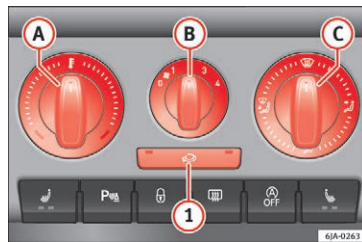

Fig. 167 Varme anlæg: betjenings-elementer
» Fig. 167. Luftdyserne 3 » Fig. 166 og 4 kan lukkes og åbnes enkeltvis.
- Drej drejeregulatoren **A** »» **Fig. 167** mod højre for at øge temperaturen.
- Drej blæserkontakten **B** »» **Fig. 167** til en af positionerne 1 til 4 for at tilslutte blæseren.
- Med kontakten til regulering af luftfordelingen **C** »» **Fig. 167** kan du regulere luftens retning »» **Side 148, Luftdyser**.
Du kan indstille alle betjeningslementer til en vilkårlig mellemposition med undtagelse af blæserkontakten **B** »» **Fig. 167**.
Når drejknappen **C** »» **Fig. 167** står i defrosterindstillingen, er recirkulationsluftspjældet altid åbent (lysindikator slukket).
- Tryk på knappen **1** »» **Fig. 167**; kontrollampen i knappen lyser og viser, at recirkulationsfunktionen i bilens kabine er blevet aktiveret.